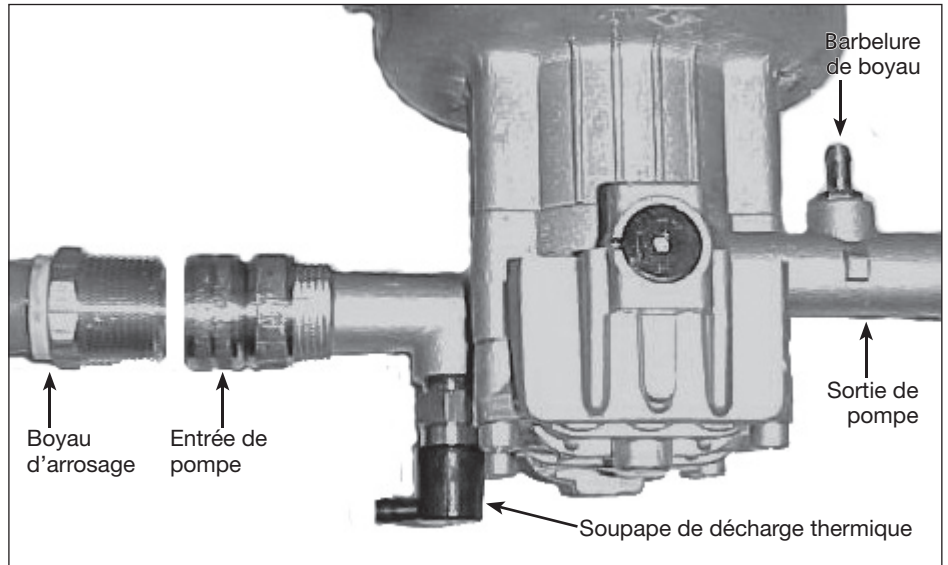
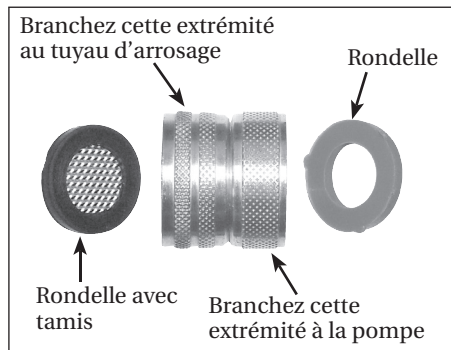

Figure 11 - Raccord de pompe
Figure 12 - Adaptateur pivotant en laiton
3. **Adaptateur pivotant de laiton** (voir la Figure 12). S'il n'est pas déjà attaché à l'entrée de la pompe, rassemblez l'adaptateur pivotant de laiton et attachez-le à l'entrée de la pompe (voir la Figure 11). Assurez vous de brancher le côté correct de l'adaptateur pivotant de laiton à la pompe.
4. Fixez le tuyau d'arrosage (non inclus) au raccord d'entrée de la pompe (voir Figure 11).